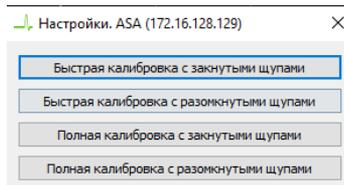

Рисунок 9. Окно с калибровками
- Во вкладке «Измерители» -> «ASA(ip)» можно выполнить калибровки щупов, рисунок 9